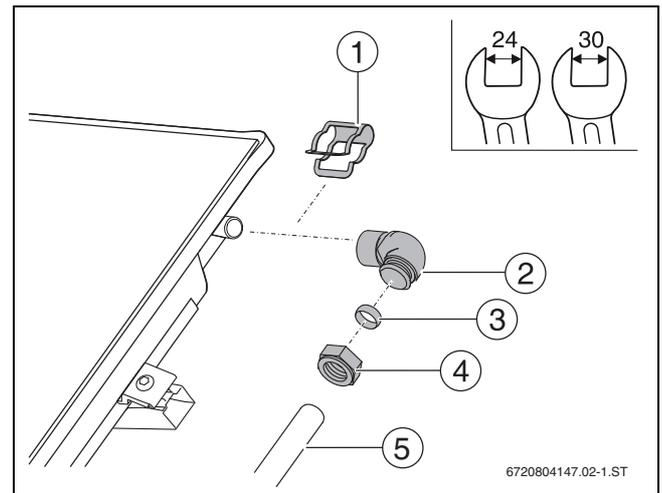

Bild 62 Rohrleitung am Vorlaufanschluss anschließen
- ▶ Winkel mit Klammern an Kollektoranschlüsse anschließen (→ Bild 62).